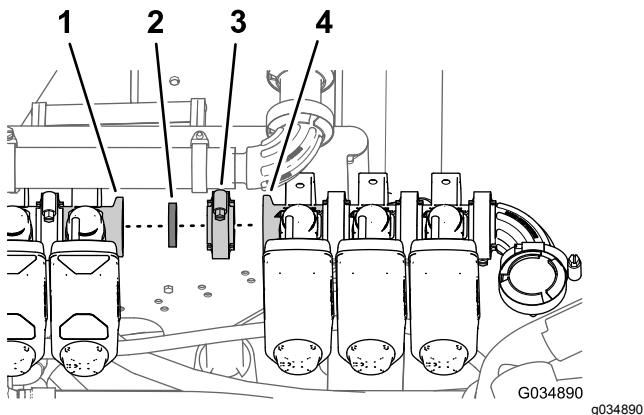

Figura 65
- Allineate la guarnizione e la flangia della valvola di sezione di sinistra (identificata come valvola dell'ugello 8) con la flangia della valvola dell'ugello 7 (Figura 65).
2. Fissate, senza serrarle, la guarnizione e la valvola dell'ugello 8 alla valvola dell'ugello 7 con un morsetto flangiato (Figura 65).